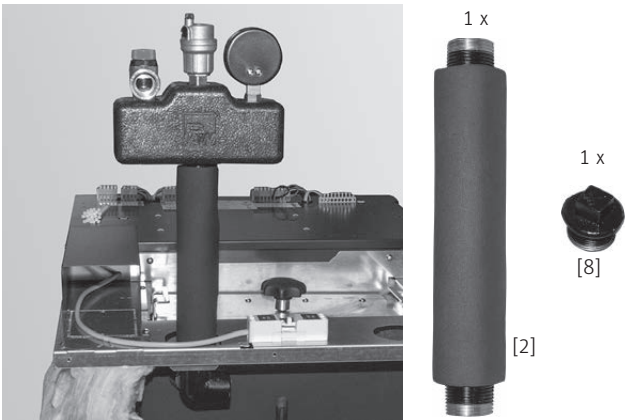

Fig. 62 Impermeabilizzare il tubo prolunga o il tappo
- Per installare un gruppo di sicurezza caldaia, impermeabilizzare il tubo prolunga [2] in corrispondenza del ripartitore angolare. Altrimenti occorre impermeabilizzare un tappo [8] al posto del tubo prolunga – Fig. 62.